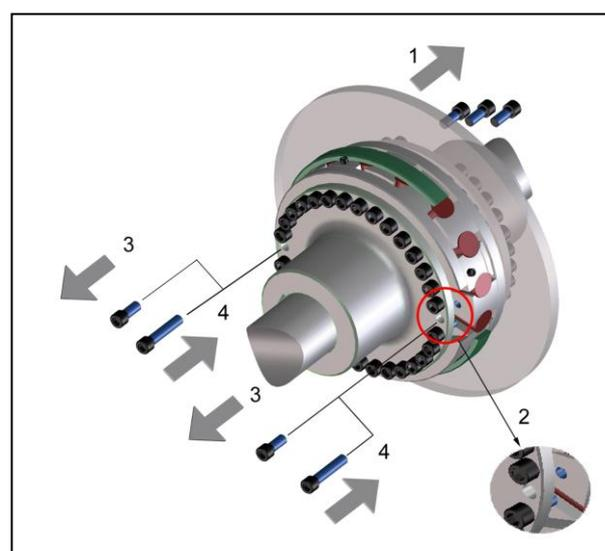

Bild 10
- Entfernen Sie vollständig die Zylinderschrauben der Bremsscheibenseite (Bild 10, Pos. 1). Damit wird der Klauenring von der Flanschnabe gelöst.
- Entfernen Sie die Zylinderschrauben an der anderen Kupplungshälfte gegenüber den stirnseitigen Gewinden in den Klauen des gelösten Rings (Bild 10, Pos. 2 und 3).
- Ziehen Sie den gelösten Klauenring mit längeren Spanschrauben (Bild 10, Pos. 4) axial aus seiner Zentrierung. Es muss ein Spalt zwischen Klauenring und Flanschnabe bzw. Bremsscheibe entstehen, so dass diese sich nicht mehr berühren.